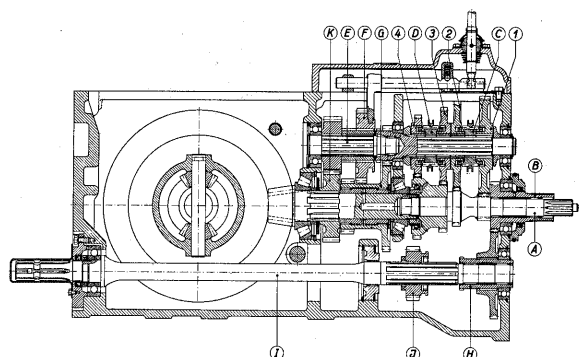

Fig. 25.
Motoren driver de på fig. 25 markerede aksler (A) og (B).